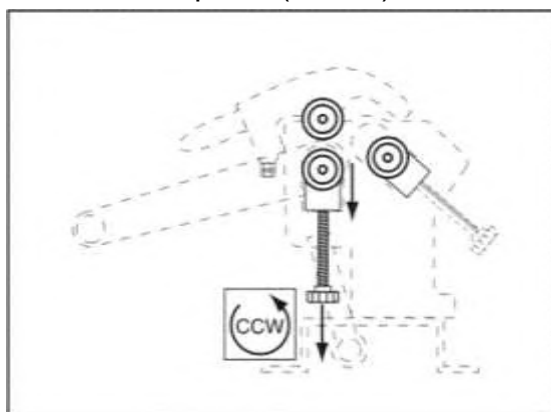

Рис. 8
1. Поверните рукоятку регулировки толщины, чтобы опустить нижний ролик примерно на 6 мм ниже верхнего ролика. С помощью штангенциркуля или эталона установите равное расстояние между роликами с каждой стороны (Рис. 8)